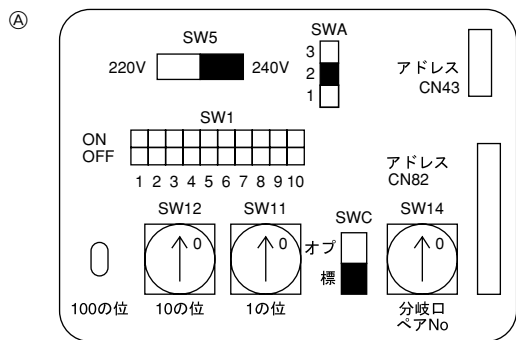

Fig. 6-4
- *1 通过室外机组的接地终端②将传送电缆接地。
6.3. 设定存储位置 (Fig. 6-4)